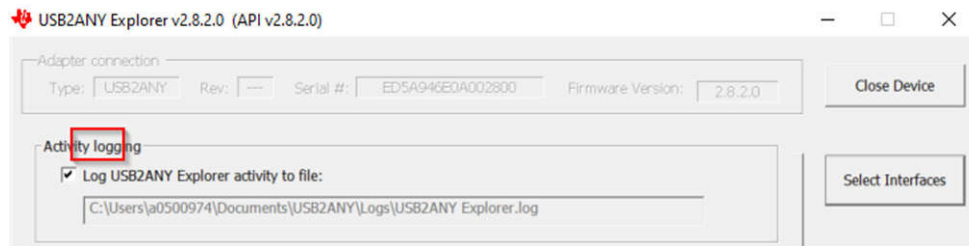

图 4-6. TIDA-020075 USB2ANY Explorer 测试设置 1
2. 点击 *Debug* 旁边的 *SPI* 按钮。如果软件出现故障且未显示 *SPI* 按钮，请点击 *Activity logging* 之间的区域，如图 4-6 所示。